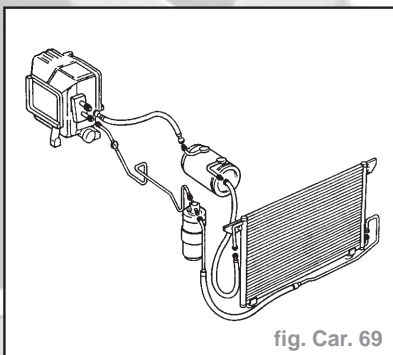

fig. Car. 69
- Déposer les tuyaux et flexibles (fig. Car. 69).